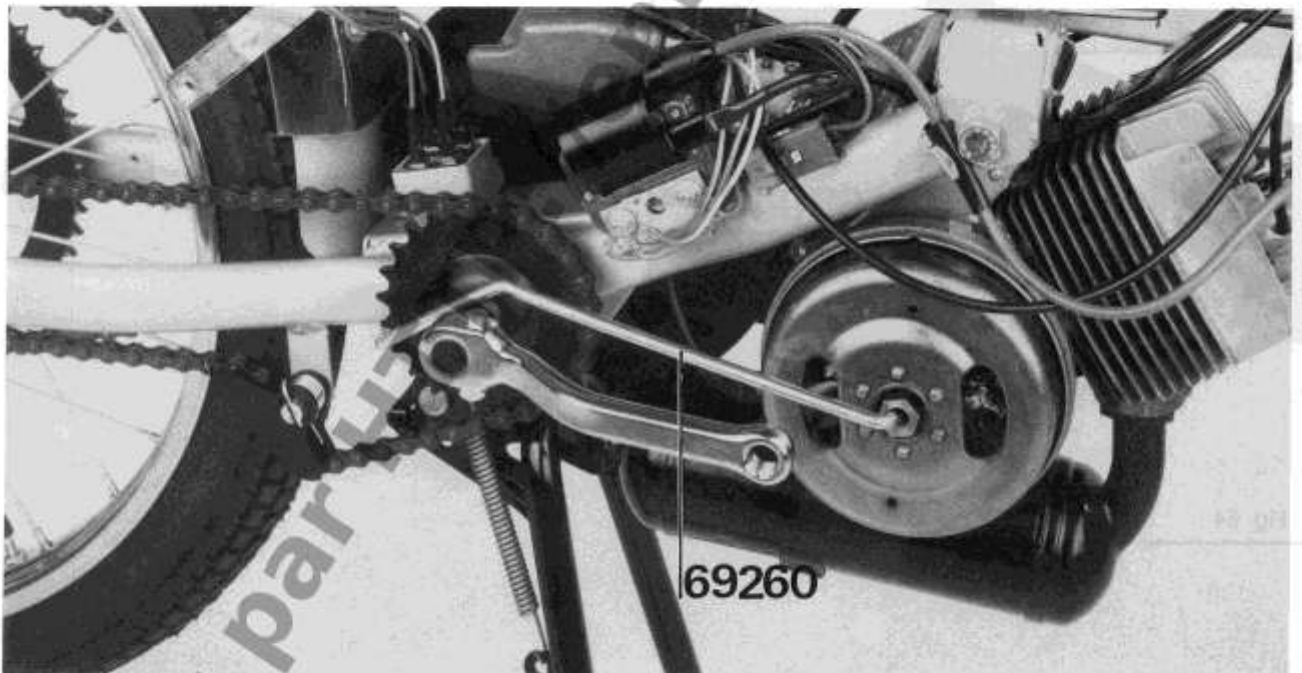

Fig. 63
- Agir sur la manivelle droite de façon à basculer le moteur vers l'arrière du véhicule (*figure 63*).